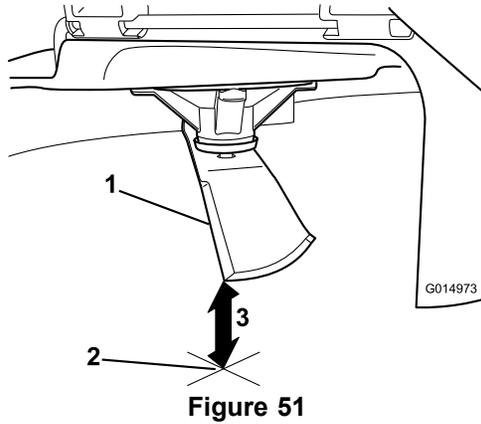

Figure 51
- Mesurez la distance entre la pointe de la lame et la surface plane (Figure 51).